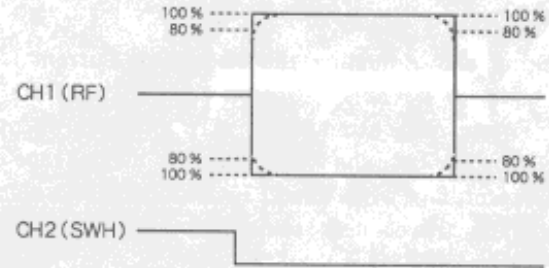

Fig. 5-7
- 4). As shown in Fig. 5-7, confirm that 80% or more of the RF waveform is flat.
- 4). 図5-7のように、RF波形の平坦度が80%以上であることを確認する。